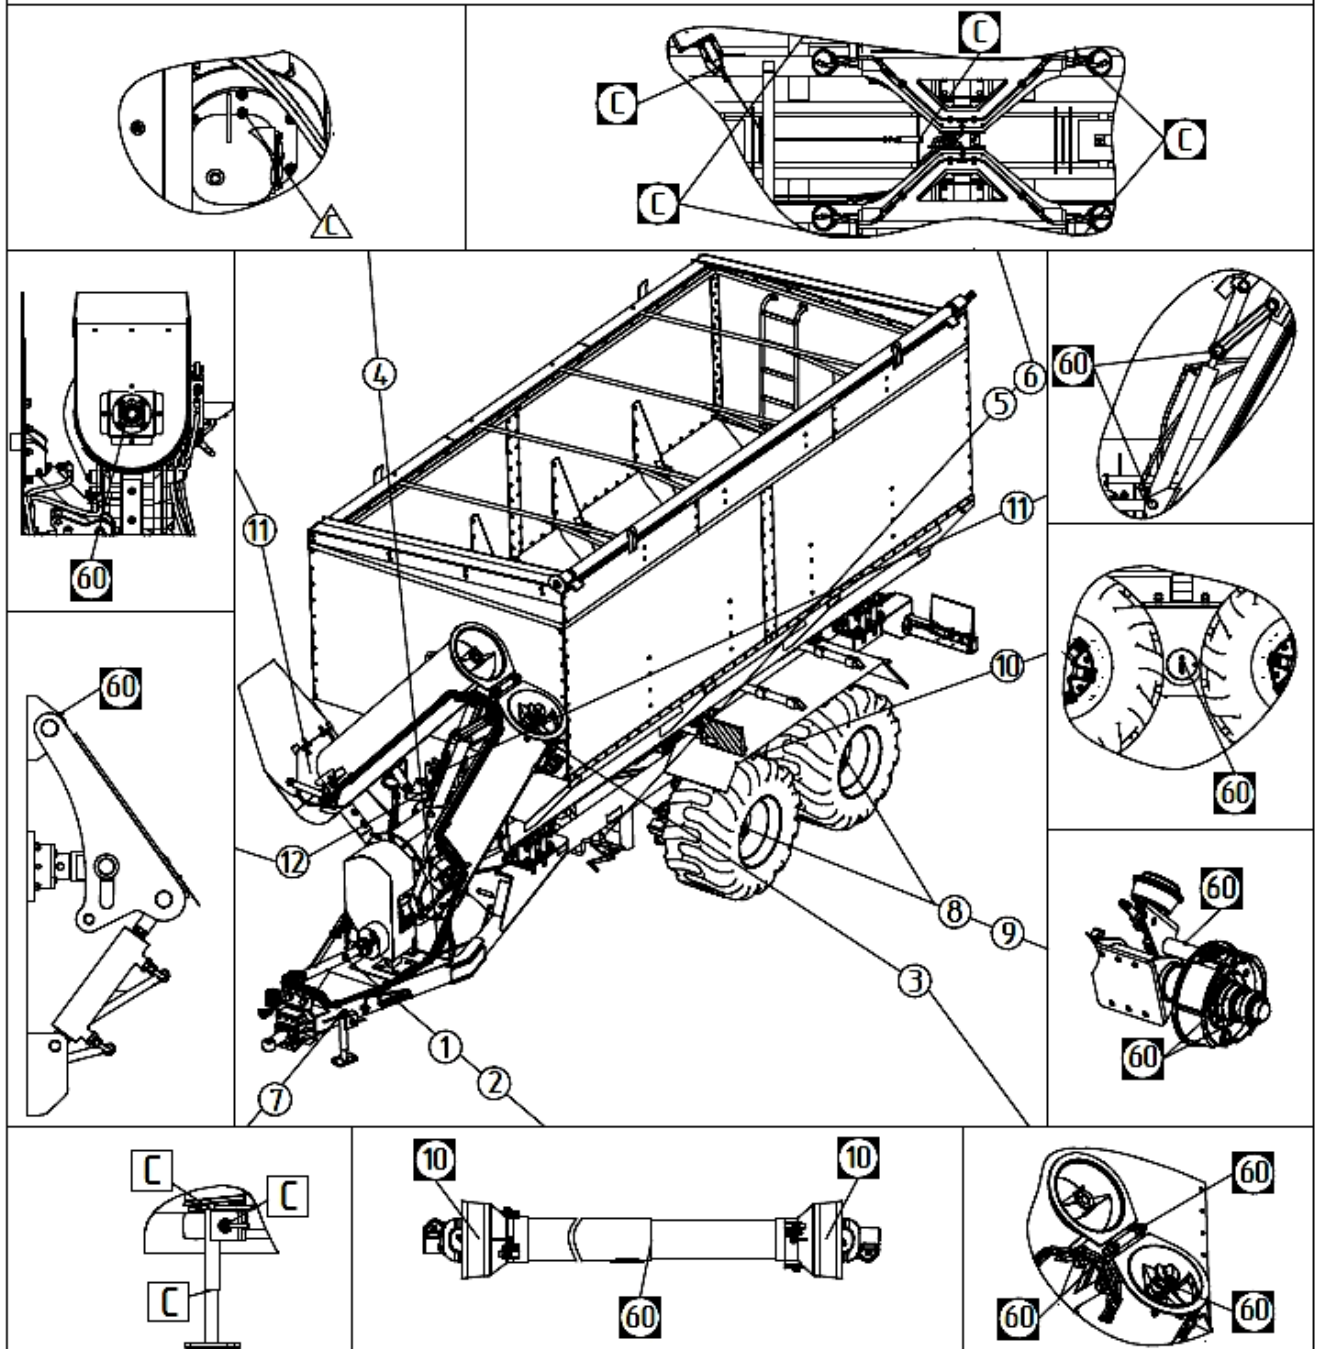

Рисунок 21 – Схема смазки бункера
3.3.1 Смазку бункера производить в соответствии с таблицей 4 и схемой смазки (см. рисунок 21).